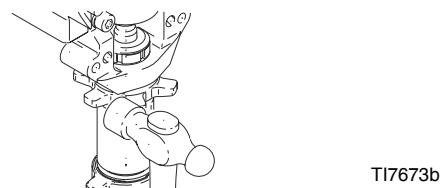

Рис. 19
3. Рис. 19. Закручивайте стопорную гайку на насос, до упора. Закручивайте насос на корпус подшипника до остановки стопорной гайкой. Отодвигните насос и стопорную гайку, до выравнивания выходного отверстия насоса с обратной стороной. Закрутите вручную стопорную гайку, затем, проверните на 1/8 - 1/4 оборота, при помощи молотка весом около 0,5 кг., с усилием 102 +/- 6,5 Н•м.